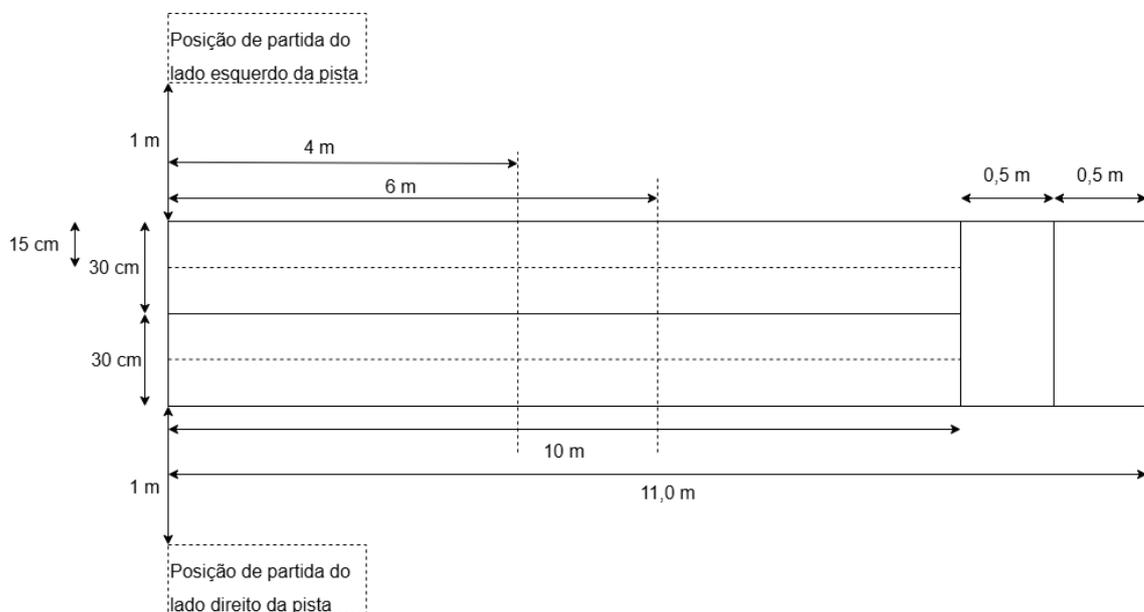

Figura 8: Esquema de funcionamento da prova “Robô Dragster Grand Challenge”
- a) O robô deve partir de forma autónoma, após o acendimento do semáforo, de uma posição que se encontra 1 m ao lado da linha limite da pista (pode ser do lado esquerdo ou do lado direito da pista, como se mostra na Figura 8, sendo o lado de partida decidido por sorteio);
- b) O robô deve entrar de forma autónoma na sua faixa de rodagem, a uma distância entre os 4 m e os 6 m da linha de partida (ver Figura 8) e, após isso, deve ser capaz de completar a pista, mantendo-se na sua faixa de rodagem, até cruzar a linha de chegada;